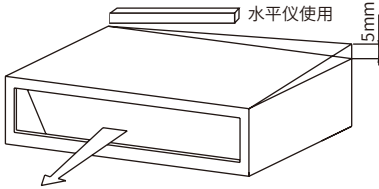

图19顶面倾斜度
- (1) 检查确认顶面是平的，测量最大顶面倾斜度。
- (2) 图19所示，室内机后面稍微低于前面（0mm ~ 5mm），以利于排水。
- (3) 调整完毕后，将悬吊螺母拧紧。必须涂上螺纹锁固剂以防螺母松动。安装过程中请用塑料布盖好机器，使之保持清洁。